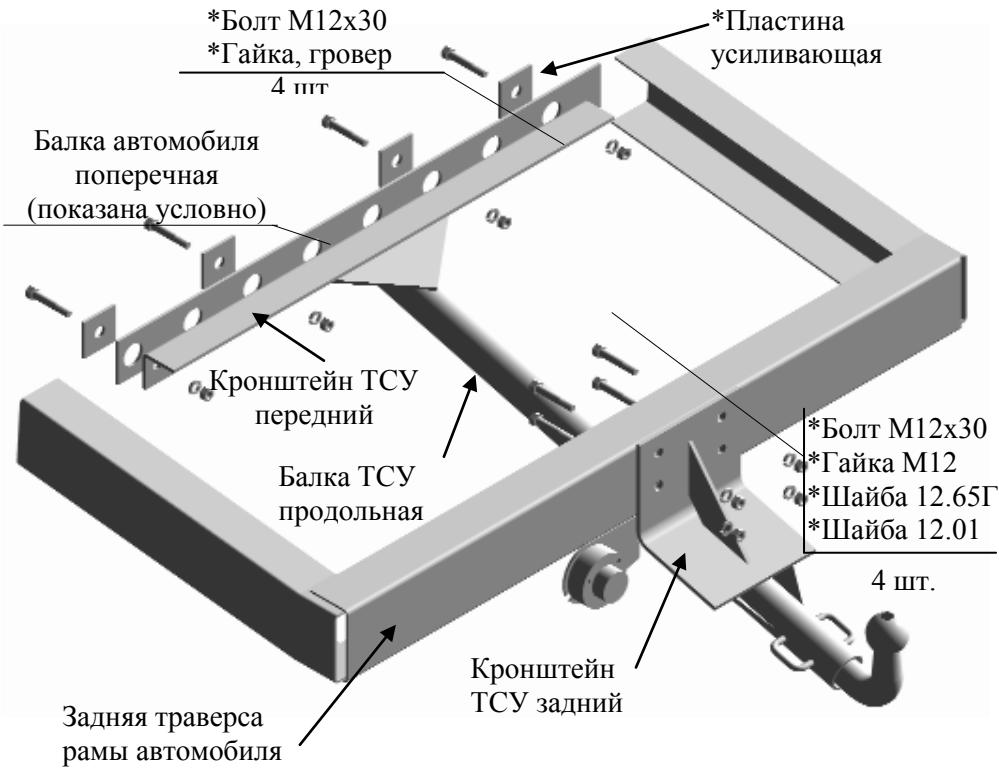

РИС.1 Тягово-цепное устройство ТСУ 3160
2.1 ТСУ 3160 в сборе (рис.1)	1 шт.
2.2 Пакет с комплектующими (см. рис.1)	1 шт.
- 4.3 Закрепить передний кронштейн ТСУ четырьмя болтами M12x30 на поперечной балке автомобиля в соответствии с рис.1, используя существующие технологические отверстия. Расположить усиливающие пластины между поперечной балкой автомобиля и головками болтов, а шайбы 12.65Г между гайками и передним кронштейном ТСУ.